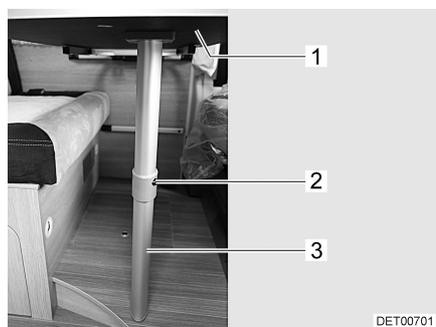

Bild 24 Bettunterbau
- Tischplatte (Bild 24,1) vorn leicht anheben.
- Entriegelungsknopf (Bild 24,2) drücken und den unteren Teil des Gelenkstützfußes (Bild 24,3) um 90° umklappen.